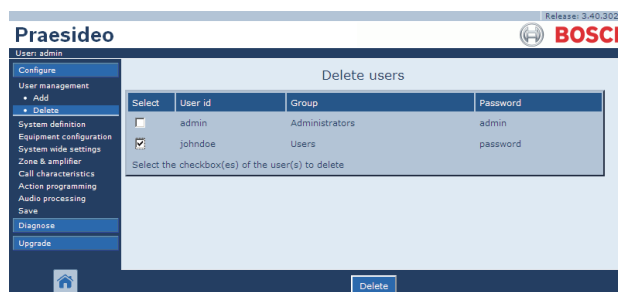

figura 42.6: Eliminar um utilizador, passo 2.
- 2 Assinale a caixa à frente da conta que pretende eliminar (consulte a figura 42.6).